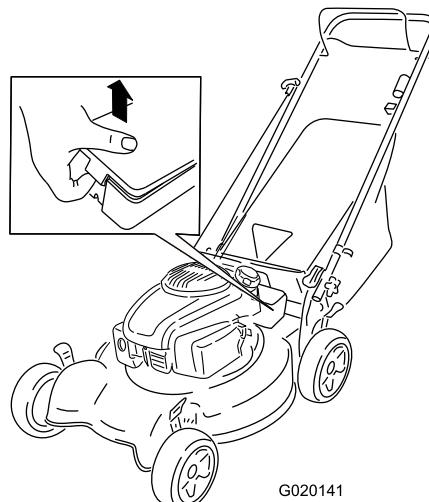

Figure 24
1. Dégarez les deux extrémités du couvercle de la batterie et déposez le couvercle (Figure 24).